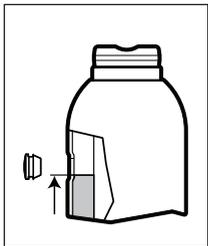
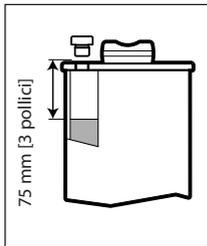

Fig. 5 - Livello dell'olio,
Fig. 6- Livello dell'olio,
- Tutti i modelli ad eccezione del GBJ100: Riempire di olio fino a che raggiunga il bordo inferiore del foro di riempimento. Vedere la Fig. 5.
- Solo per il modello GBJ100: Riempire fino a che l'olio sia di circa 3 pollici [75 mm] sotto al foro di riempimento. Vedere la Fig. 6.
**NON RIEMPIRE TROPPO!** Con il pistone completamente rientrato ed il martinetto in posizione verticale, il livello dell'olio non dovrebbe essere più alto di quello mostrato in Fig. 5 oppure in Fig. 6 (a seconda del vostro modello di martinetto).